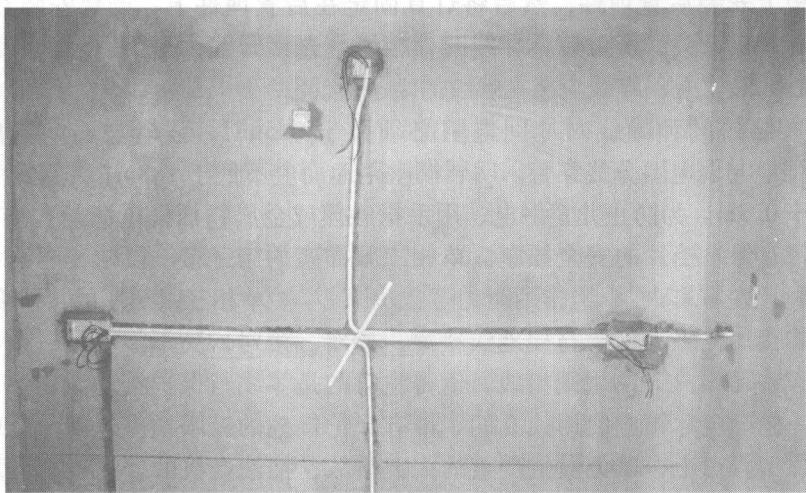

图 1-3 强、弱电要分开
(1) 设计布线时, 执行强电走上、弱电在下、横平竖直。强、弱电穿管走线的时候不能交叉, 要分开 (图 1-3)。一定要穿管走线, 切不可在墙上或地下开槽后明铺电线之后, 用水泥封堵了事, 给以后的故障检修带来麻烦。另外, 穿管走线时电视线和电话线应与电力线分开, 以免发生漏电伤人毁物甚至着火